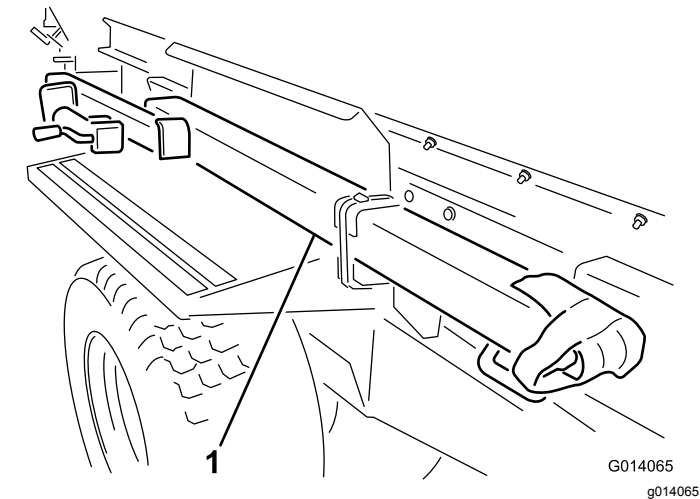

Figura 3
3. Retire el enganche de la posición de transporte cortando las dos correas que sujetan el enganche al guardabarros (Figura 3). Retire ambos soportes de montaje del guardabarros y deséchelos.